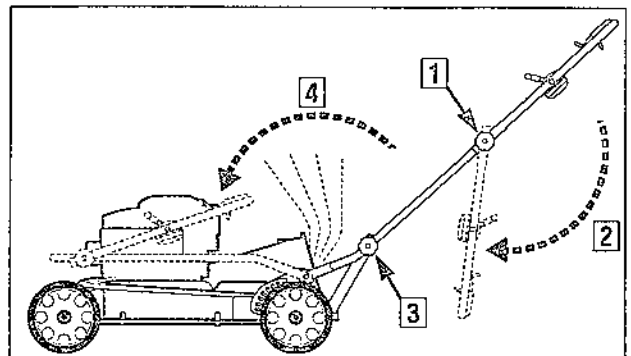
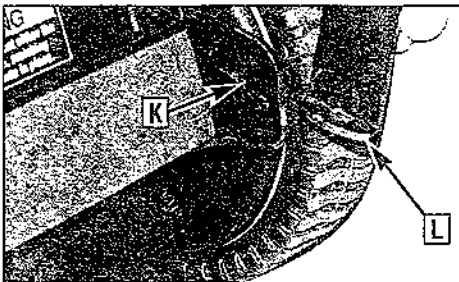

Figure 5-16: Pliage de la tondeuse pour la ranger.
Figure 5-17: Sortie des montants du guidon.
1. Desserrez les deux molettes de réglage du guidon supérieur (1, Figure 5-16) tout en retenant le guidon d'une main.
2. Pliez le partie supérieure du guidon vers l'arrière (2, Figure 5-16). Guidez attentivement les câbles lors du pliage. Assurez-vous que les câbles ne sont pas pliés, pincés ni étirés.
3. En soutenant le guidon d'une main, desserrez les deux molettes de réglage du guidon inférieur (3, Figure 5-16) juste assez pour déloger les deux montants du guidon (L, Figure 5-17) des encoches (K) dans le support des roues.
4. Pliez soigneusement la partie inférieure du guidon vers l'avant sur le moteur (4, Figure 5-16). Guidez attentivement les câbles lors du pliage. Assurez-vous que les câbles ne sont pas pliés, pincés ni étirés ; de même, tenez toujours les câbles à distance du pot d'échappement – la gaine des câbles peut brûler si le moteur est encore chaud.